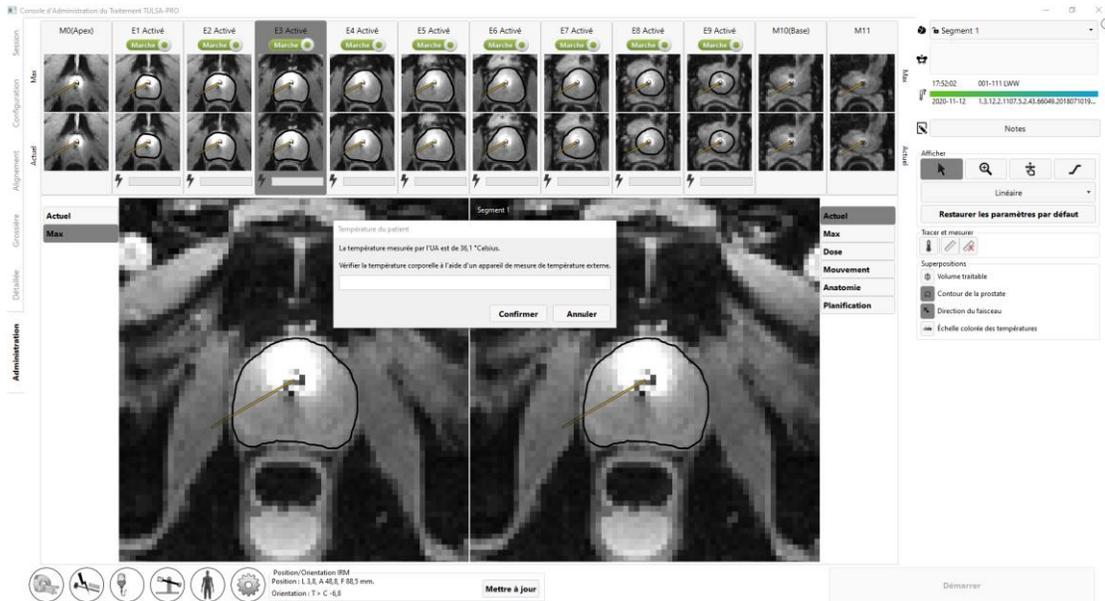
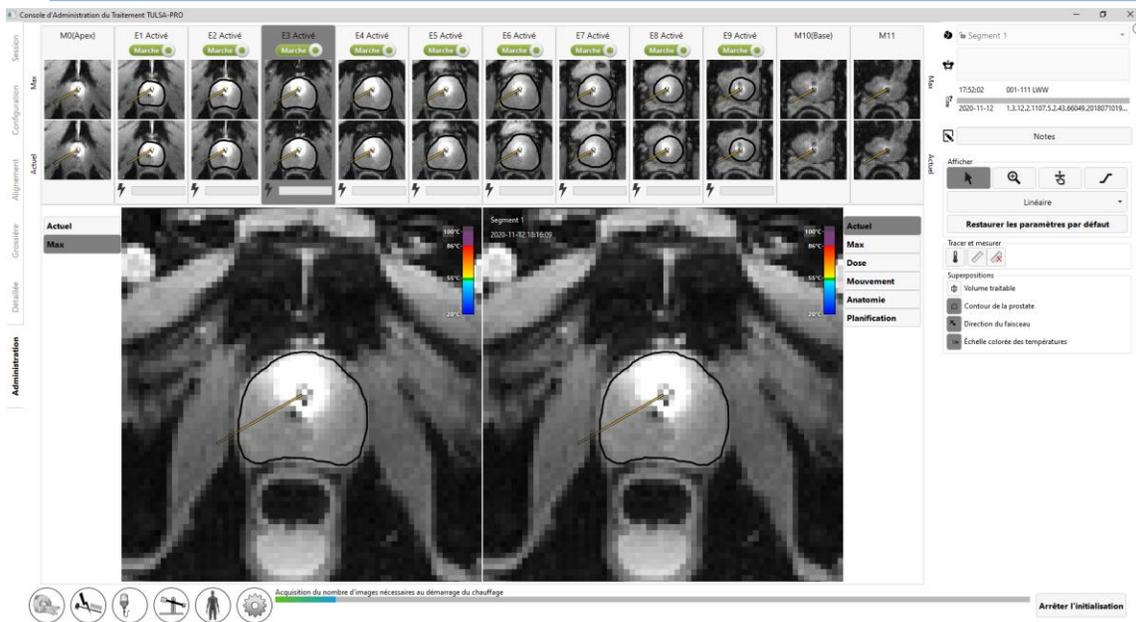

Figure 60 : L'utilisateur doit saisir la température corporelle centrale du patient avant de procéder à l'administration.
Figure 61 : État d'initialisation du traitement
3. Radiologue : cliquer sur **Démarrer le traitement** sur la TDC. Il convient de vérifier la température corporelle centrale à l'aide d'un appareil de mesure de la température externe avant de continuer (Figure 60). Entrer la température en degrés Celsius et cliquer sur **Confirmer**. La TDC passe alors à l'état **Initialisation du traitement** et est prête à recevoir les images thermométriques (Figure 61).